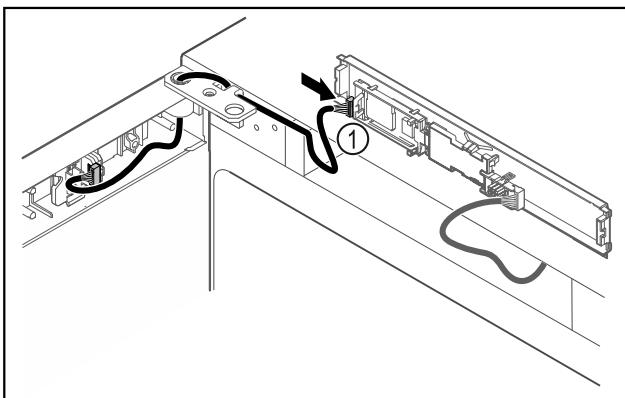

Fig. 40
► Stecker Fig. 40 (1) an Platine anstecken.